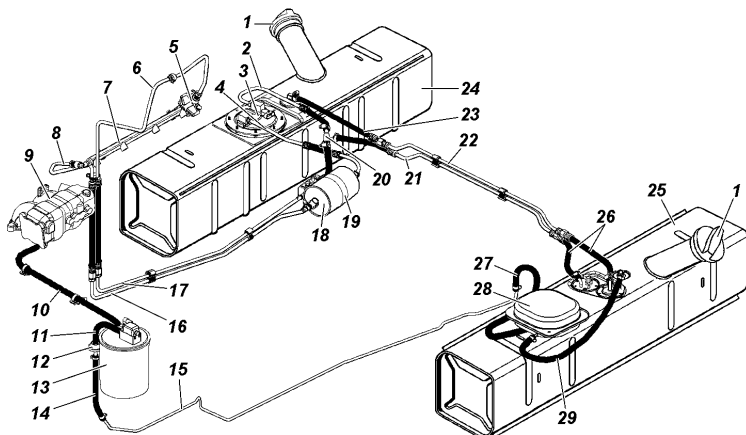
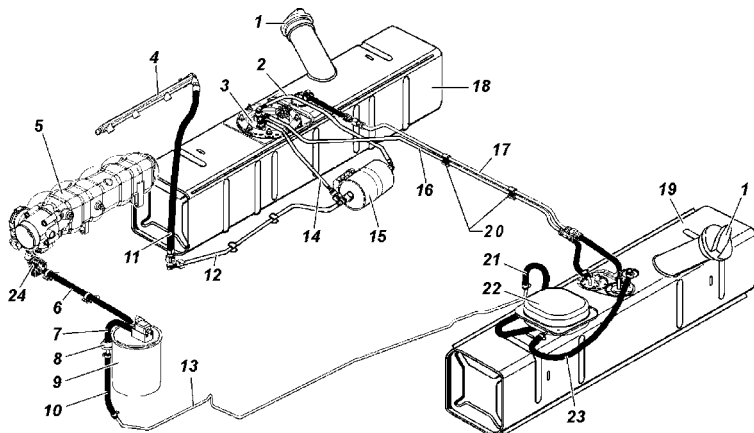

Рис. 9.27. Схема системы питания двигателя топливом
Рис. 9.28. Схема системы питания двигателя топливом
Топливные баки 24, 25 (рис. 9.27) и 18, 19 (рис. 9.28). Обслуживание топливных баков заключается в периодической промывке фильтра электробензонасоса (правый бак) и промывке самих баков.
- откройте люк в полу кузова над электробензонасосом (погружным модулем) 3 и отверните болты крепления сепаратора 28 (рис. 9.27) или 22 (рис. 9.28) и выньте его, отсоедините от него шланги;
Электробензонасос погружного типа с датчиком указателя уровня топлива 3 (рис. 9.27).
На автомобилях экологического класса 3 установлен погружной модуль 3 (рис. 9.28) , включающий в себя